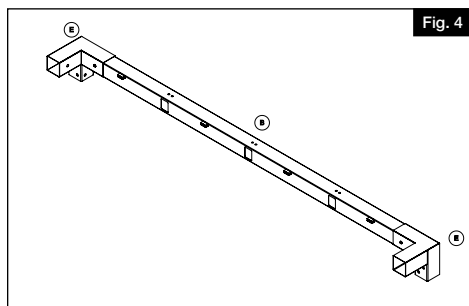

Fig. 4
Fixer les autres supports d'angle (E) à l'autre traverse extérieure (B) (Fig. 4).